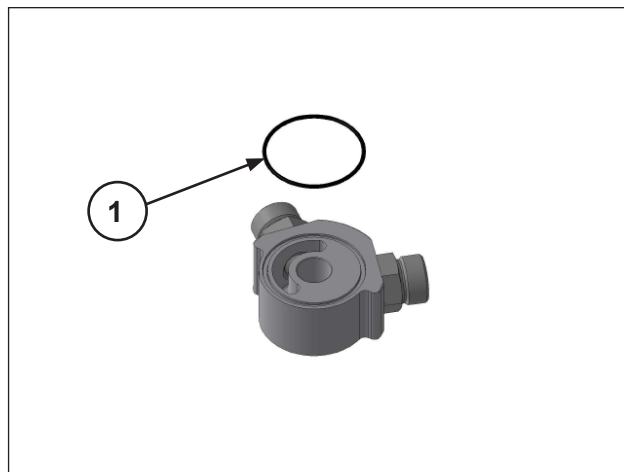

Рис. 129
Вставьте O-ring в гнездо переходника воздушно-масляного теплообменника (поз. ①, Рис. 129), убедившись в правильности его положения.